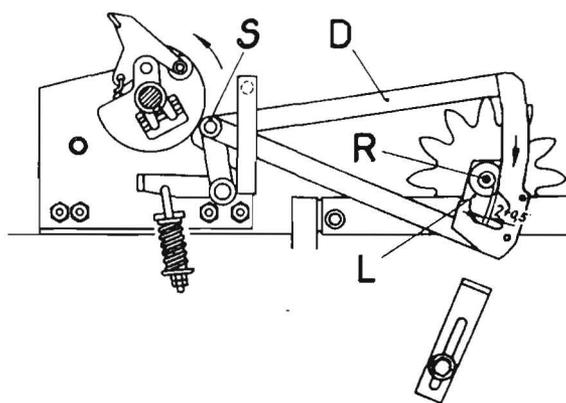
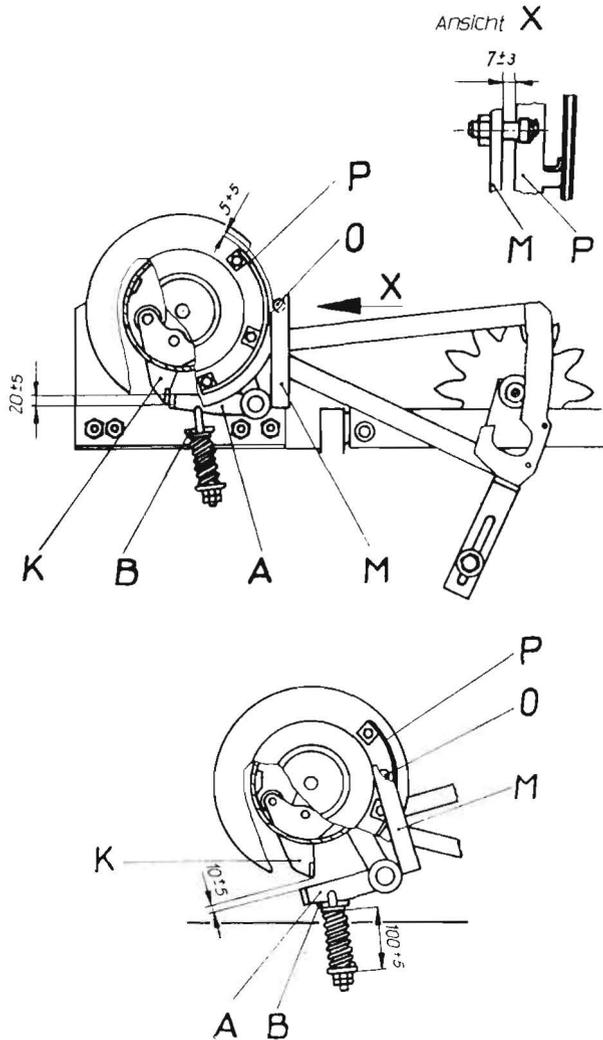

Bild 30
Bild 31
- Bei eingedrückter Schaltung, hochgezogenem Schaltbügel (D), ist durch Drehen des Schwungrades von Hand in Antriebsrichtung die Schaltangelrolle (S) auf den Nocken der Schaltkurbel zu bringen – freies Fallen des Schaltbügels (D). In dieser Stellung ist die lichte Weite zwischen Schaltbügel (D) und Zahnrad (R) der Strohradwelle von $2 + 0,5$ mm (Bild 30) zu prüfen. Eine erforderliche Karrekteur ist durch Verschieben des Strohradwellenlagers (L) vorzunehmen.
- Durch Weiterdrehen des Schwungrades ist die Schaltstellung gemäß Bild 31 herzustellen. Die Maße 20 ± 5 mm sowie $5 + 5$ mm sind zu kontrollieren. Das Maß $5 + 5$ mm zwischen der Rolle (O) am Sperrhebel (M) und Sperrsegment (P) ist erforderlichenfalls durch Biegen des Sperrhebels (M) einzustellen, wobei die Überdeckung von 20 ± 5 mm zwischen Schaltklinke (K) und Schaltangel (A) einzuhalten ist.
Danach ist der Schaltbügel (D) (Bild 30) nach oben zu ziehen, bis sich die Rolle (O) (Bild 31) am Sperrhebel (M) auf das Sperrsegment (P) gelegt hat.
– Bei vollkommen eingedrückter Schaltung liegt die Schaltangel (A) auf dem Anschlag (B). Hierbei muß der freie Durchgang zwischen Schaltangel (A) und Schaltklinke (K) 10 ± 5 mm betragen (Bild 31). Die Korrektur ist durch Richten des Anschlages (B) möglich.